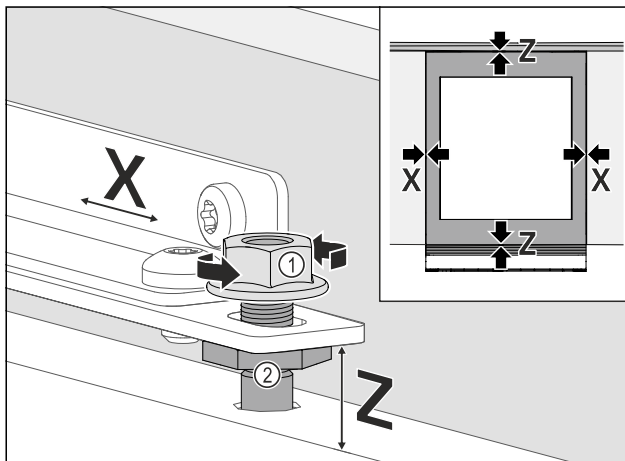

Fig. 104
- ▶ Möbeltür seitlich ausrichten: Kontermutter Fig. 104 (1) lösen, Möbeltür in X Richtung verschieben.
- ▶ Kontermuttern Fig. 104 (1) anziehen.
- ▶ Möbeltür in der Höhe Z und in der seitlichen Neigung ausrichten: Justagebolzen Fig. 104 (2) einstellen.